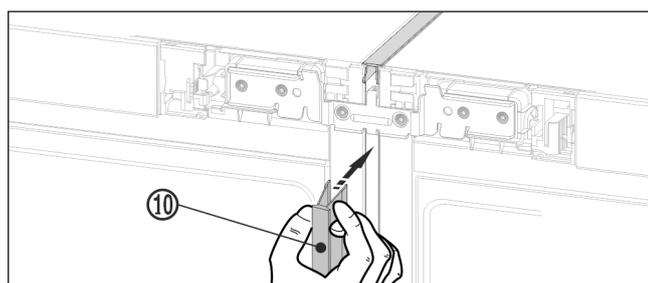

Fig. 27
- ▶ 在设备正面将长护板条 Fig. 27 (10) 压入垂直缝隙中。注意，护板条位于连接板上。